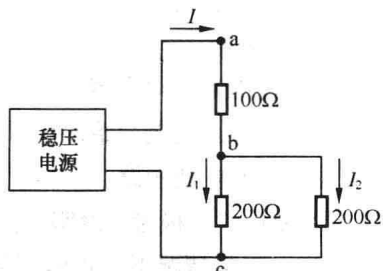

图 0.5 直流电压、直流电流的测量
(1) 在实验线路板上，按图 0.5 所示连接线路，调节稳压电源的输出电压为 20V，用万用表分别测量电压  $U_{ab}$ 、 $U_{bc}$ 、 $U_{ac}$  和电流  $I$ 、 $I_1$ 、 $I_2$ 。